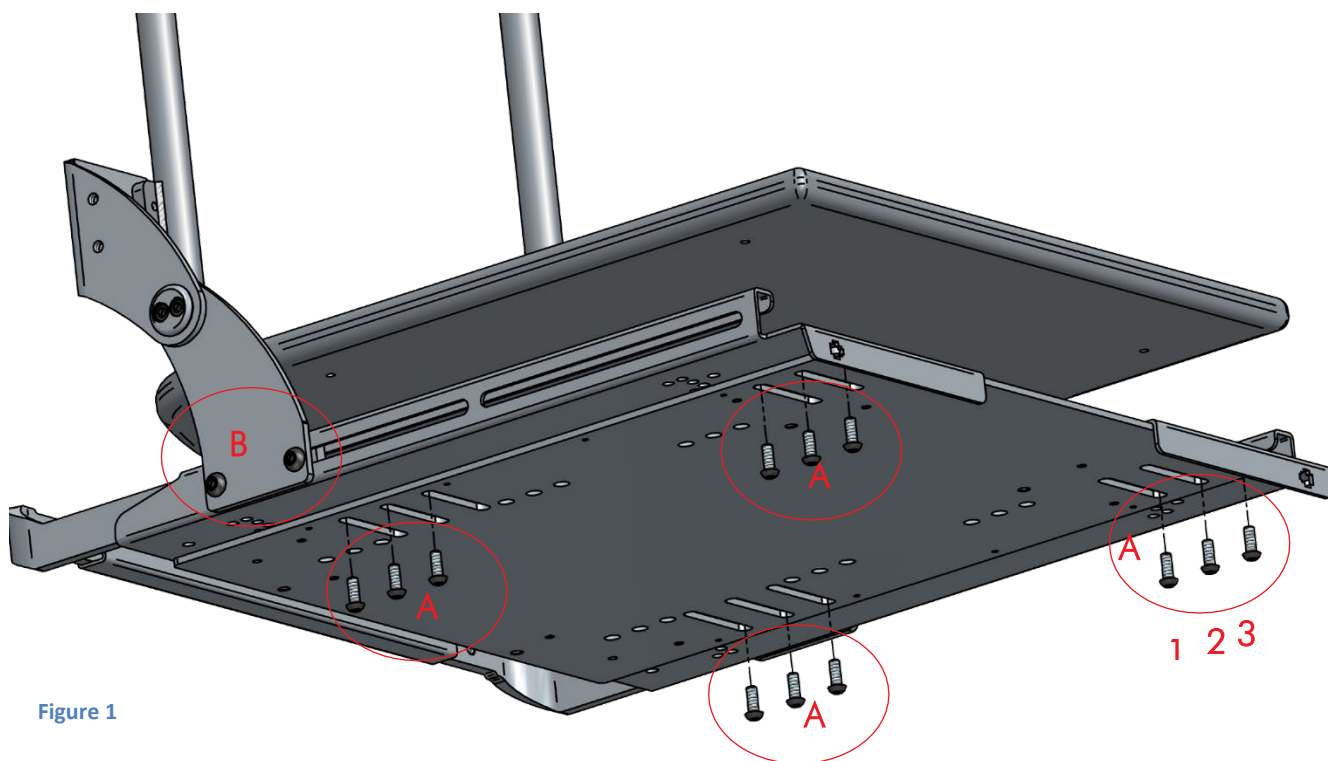

Figure 1
1. Retirez les 4 boulons maintenant le siège (fig. 1 – pos. A).
3. Remplacez les 4 boulons (fig. 1 – pos. A).
1. Desserrez les 2 boulons de chaque côté du dossier (fig. 1 – pos. B).
3. Serrez les 2 boulons (fig. 1 – pos. B).